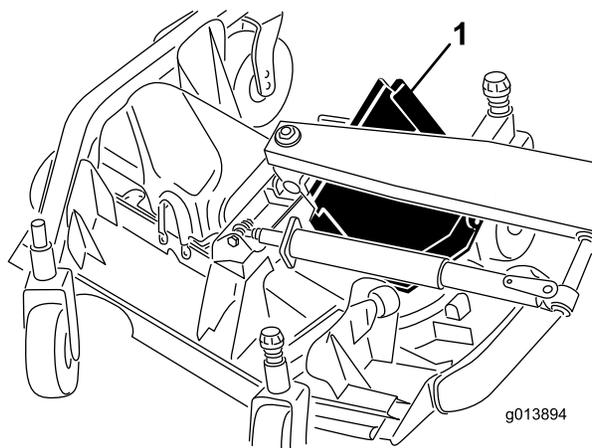

図 68
6. 前側エッジを持ち上げ、これを昇降アームとローラの間で移動する 図 68。